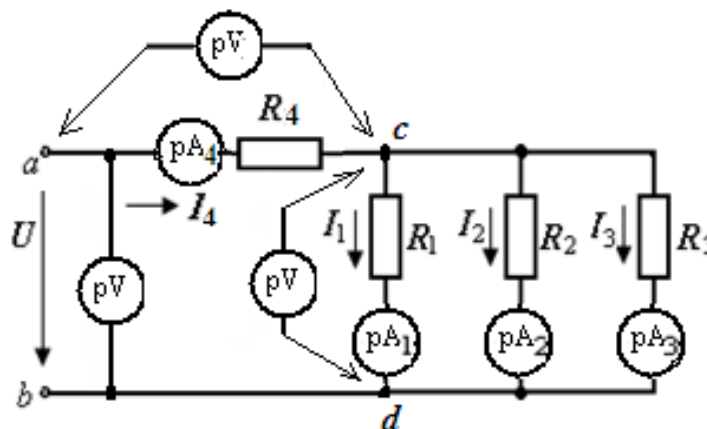

Рисунок 1.3 – Схема цепи со смешанным соединением резисторов
1.2.3.1 Вычертить схему смешанного соединения четырех резисторов (рисунок 1.3). Значения приложенного напряжения и сопротивлений резисторов для соответствующих вариантов приведены в таблице 1.1.